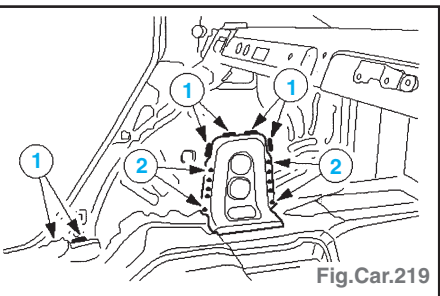

Fig.Car.219
- Souder en cordon discontinu sous gaz protecteur (1) et par bouchonnage (2) (Fig.Car.219).
- Souder en cordon discontinu sous gaz protecteur (1), par bouchonnage (2) (Fig.Car.219).